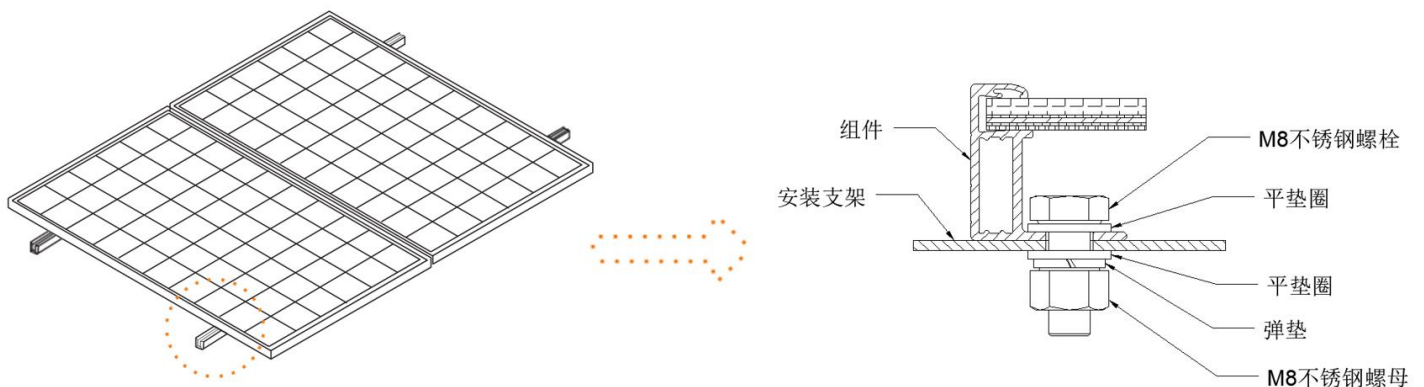

图 17 铝边框组件螺栓孔安装
- ◇ 选择螺栓安装方式时，确保在每个组件上至少有四个螺栓，螺栓需要对称布置（图 17）。螺栓的不同安装位置会影响组件的最大载荷能力（表3）。